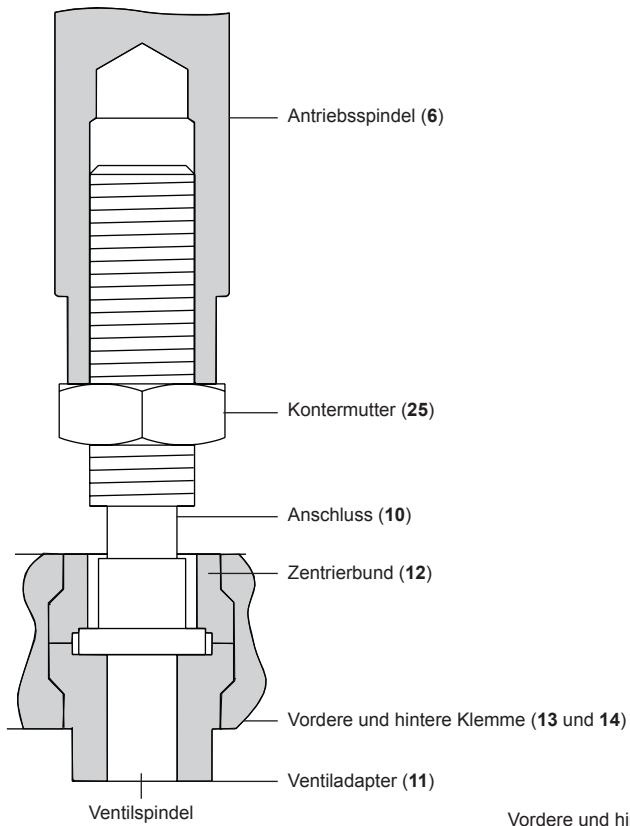

Abb. 7
- Die Klemmmuttern und Schrauben (**26** und **27**, siehe Abbildung 7) lösen und den Ventiladapter (**11**) abnehmen.
- Während sich der Ventilkegel in seinem Sitz befindet, den Ventiladapter (**11**) anpassen, bis er fest gegen den Anschluss (**10**) gedrückt wird. Siehe Abbildung 7 für die korrekte Montage.